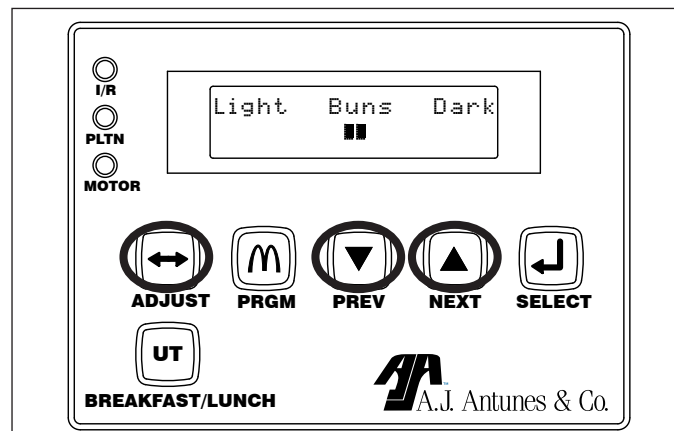

Figura 7. Ajustar la calidad de tostado
16. Una vez fuera del modo Programa, presione el botón **ADJUST** [ajustar] (Figura 7).
17. Use los botones **PREV** y **NEXT** [siguiente] para llevar el indicador de calidad de tostado al centro del rango (Figura 7).
NOTA: Se iluminarán dos barras cuando el ajuste esté en el centro (Figura 7).